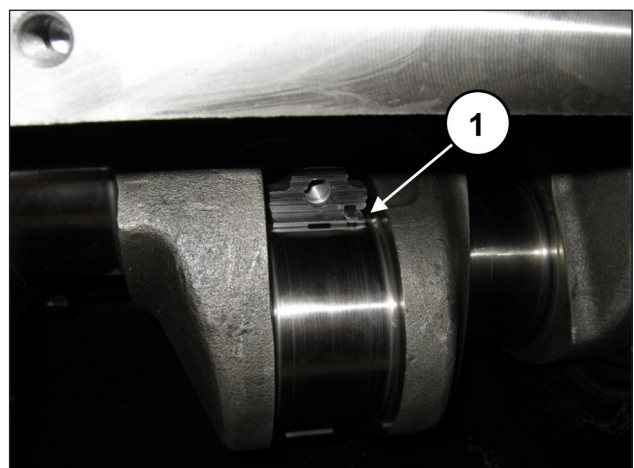

Abb. 65
und Welle ein (Pos. ①, Abb. 65).